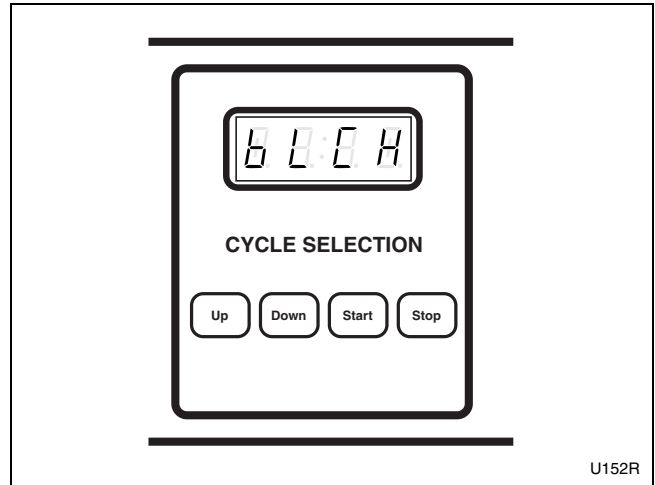

Figura 9
9. **Si corresponde,** agregue blanqueador al contenedor 2 cuando aparezca en pantalla "bLCH". Consulte la *Figura 9*.